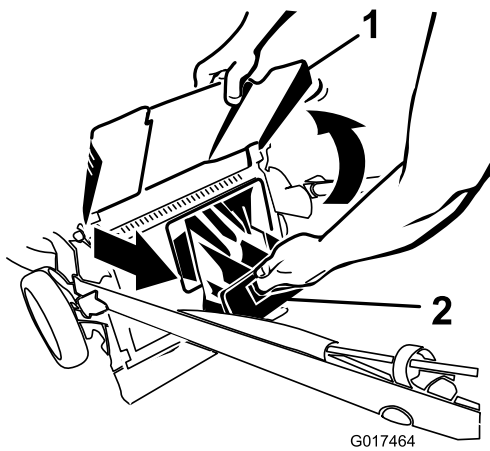

Figura 24
2. Levante y sujete el deflector de descarga (Figura 24).
3. Saque el tapón de descarga trasero (Figura 24).